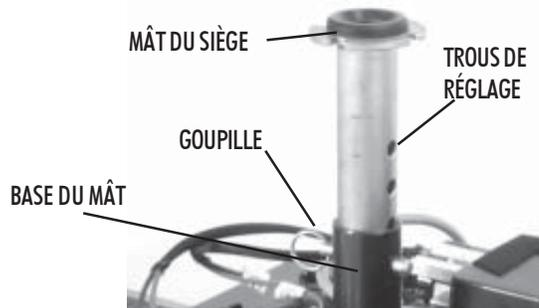

FIGURE 14. RÉGLAGE DE LA HAUTEUR DU SIÈGE
2. Enlevez la goupille en tirant sur l'anneau (voir la figure 14).